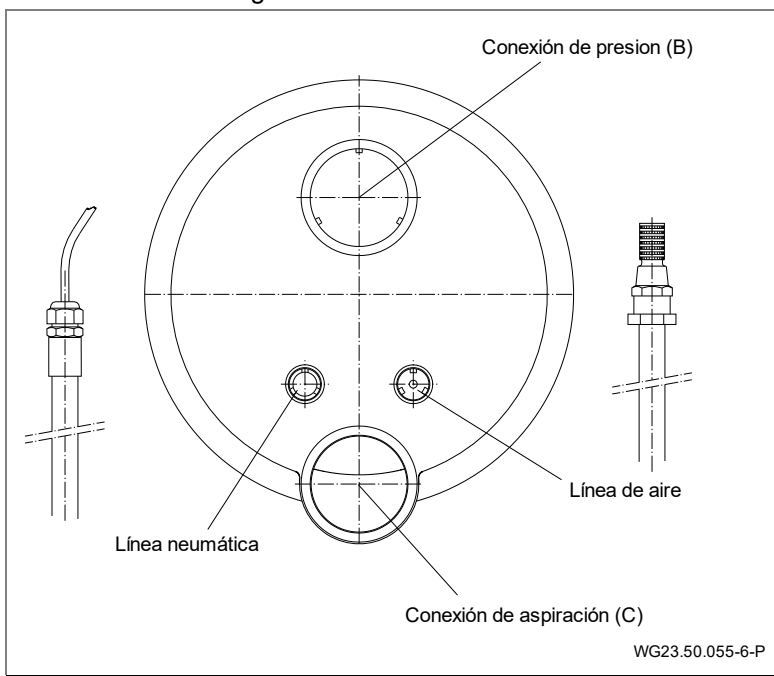

Fig. 15
1. Pegar la manguera protectora y la línea de aire. Ver "Fig. 15", página 30
2. Colocar la carcasa de las boquillas (102.1) contra la carcasa empotrada (1).
3. Pasar la manguera neumática por la manguera protectora y sellarla con el racor para cables (20).
4. Montar la tubería de aire con la abrazadera (8) en el regulador de aire (21) instalado de fábrica.
5. Fijar la carcasa de las boquillas (102.1) a la carcasa empotrada (1) con cuatro tornillos de rosca ().
6. Conectar los lados de aspiración y de presión de la bomba Jet (92) a la carcasa empotrada (1) con el medio racor (98, 99, 100), el ángulo de goma (79) y las abrazaderas (75) correspondientes.